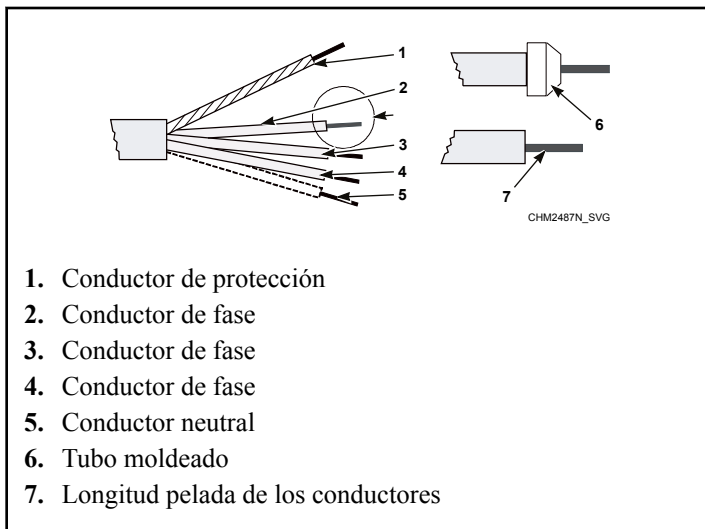

Figura 25
2. Retire el aislamiento de los extremos del cable. Consulte la *Figura 25*. El conductor de protección debe ser más largo de modo que pueda dirigirse a la máquina sin tensión.